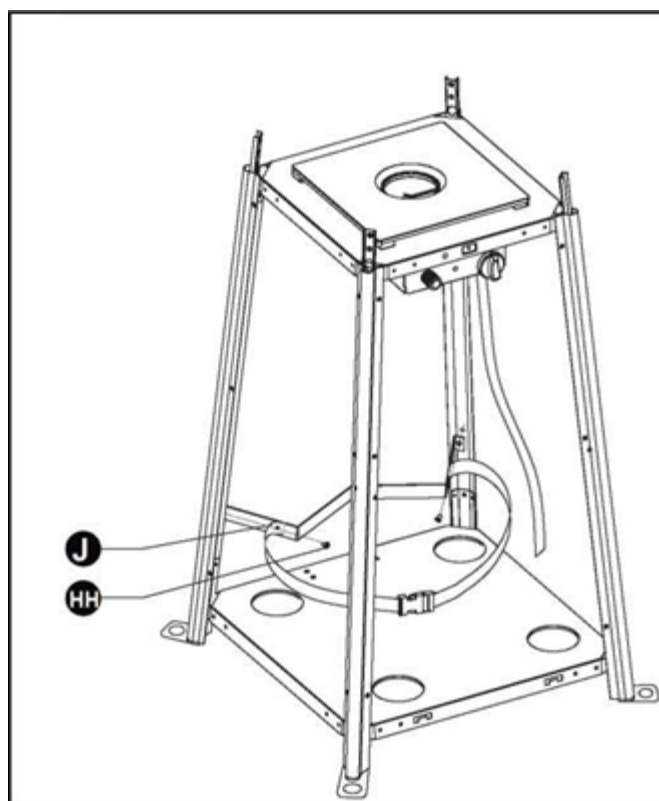

Рис. 7. Установка крепежного ремня.
3. Прикрепите крепежный ремень баллона с газом (J) к 2-м нижним опорам (L) с помощью 2 шт. винтов 3/16" (НН), как показано на Рис.7.